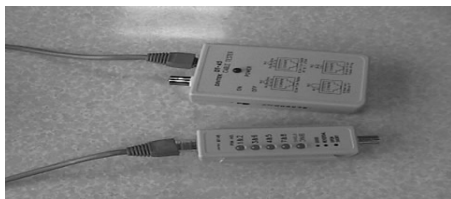

图 7-22 将网线两端分别插入测试盒的发送端和接收端
⑬ 通过测试工具对网线测试一下是否连通。
- 将网线两端分别插入测试盒的发送端和接收端，如图 7-22 所示。